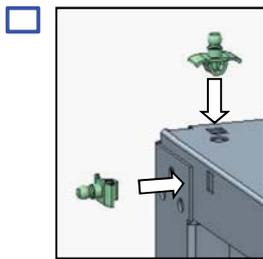
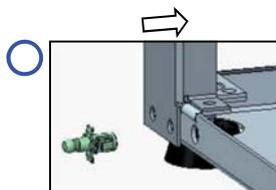

fig. 1A
fig. 1B
1. Monter les rotules sur les châssis (fig. 1) : 14 rotules pour les logements rectangulaires situés sur le châssis du GeoCIAT™ Modular et sur le haut du châssis du MODULE (fig. 1A) et 2 rotules pour les logements circulaires situés sur le bas du châssis du MODULE (fig. 1B). Utiliser un maillet bois ou caoutchouc pour ne pas endommager les rotules lors de leur mise en place.